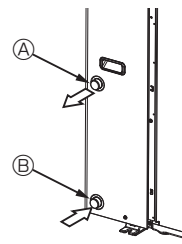

Fig. 4-1
### 4.1. Tilslutning af vandledninger (Fig. 4-1)
- Ind- og udgangsrørenes placering er vist på Fig. 4-1.
[Fig. 4-1]